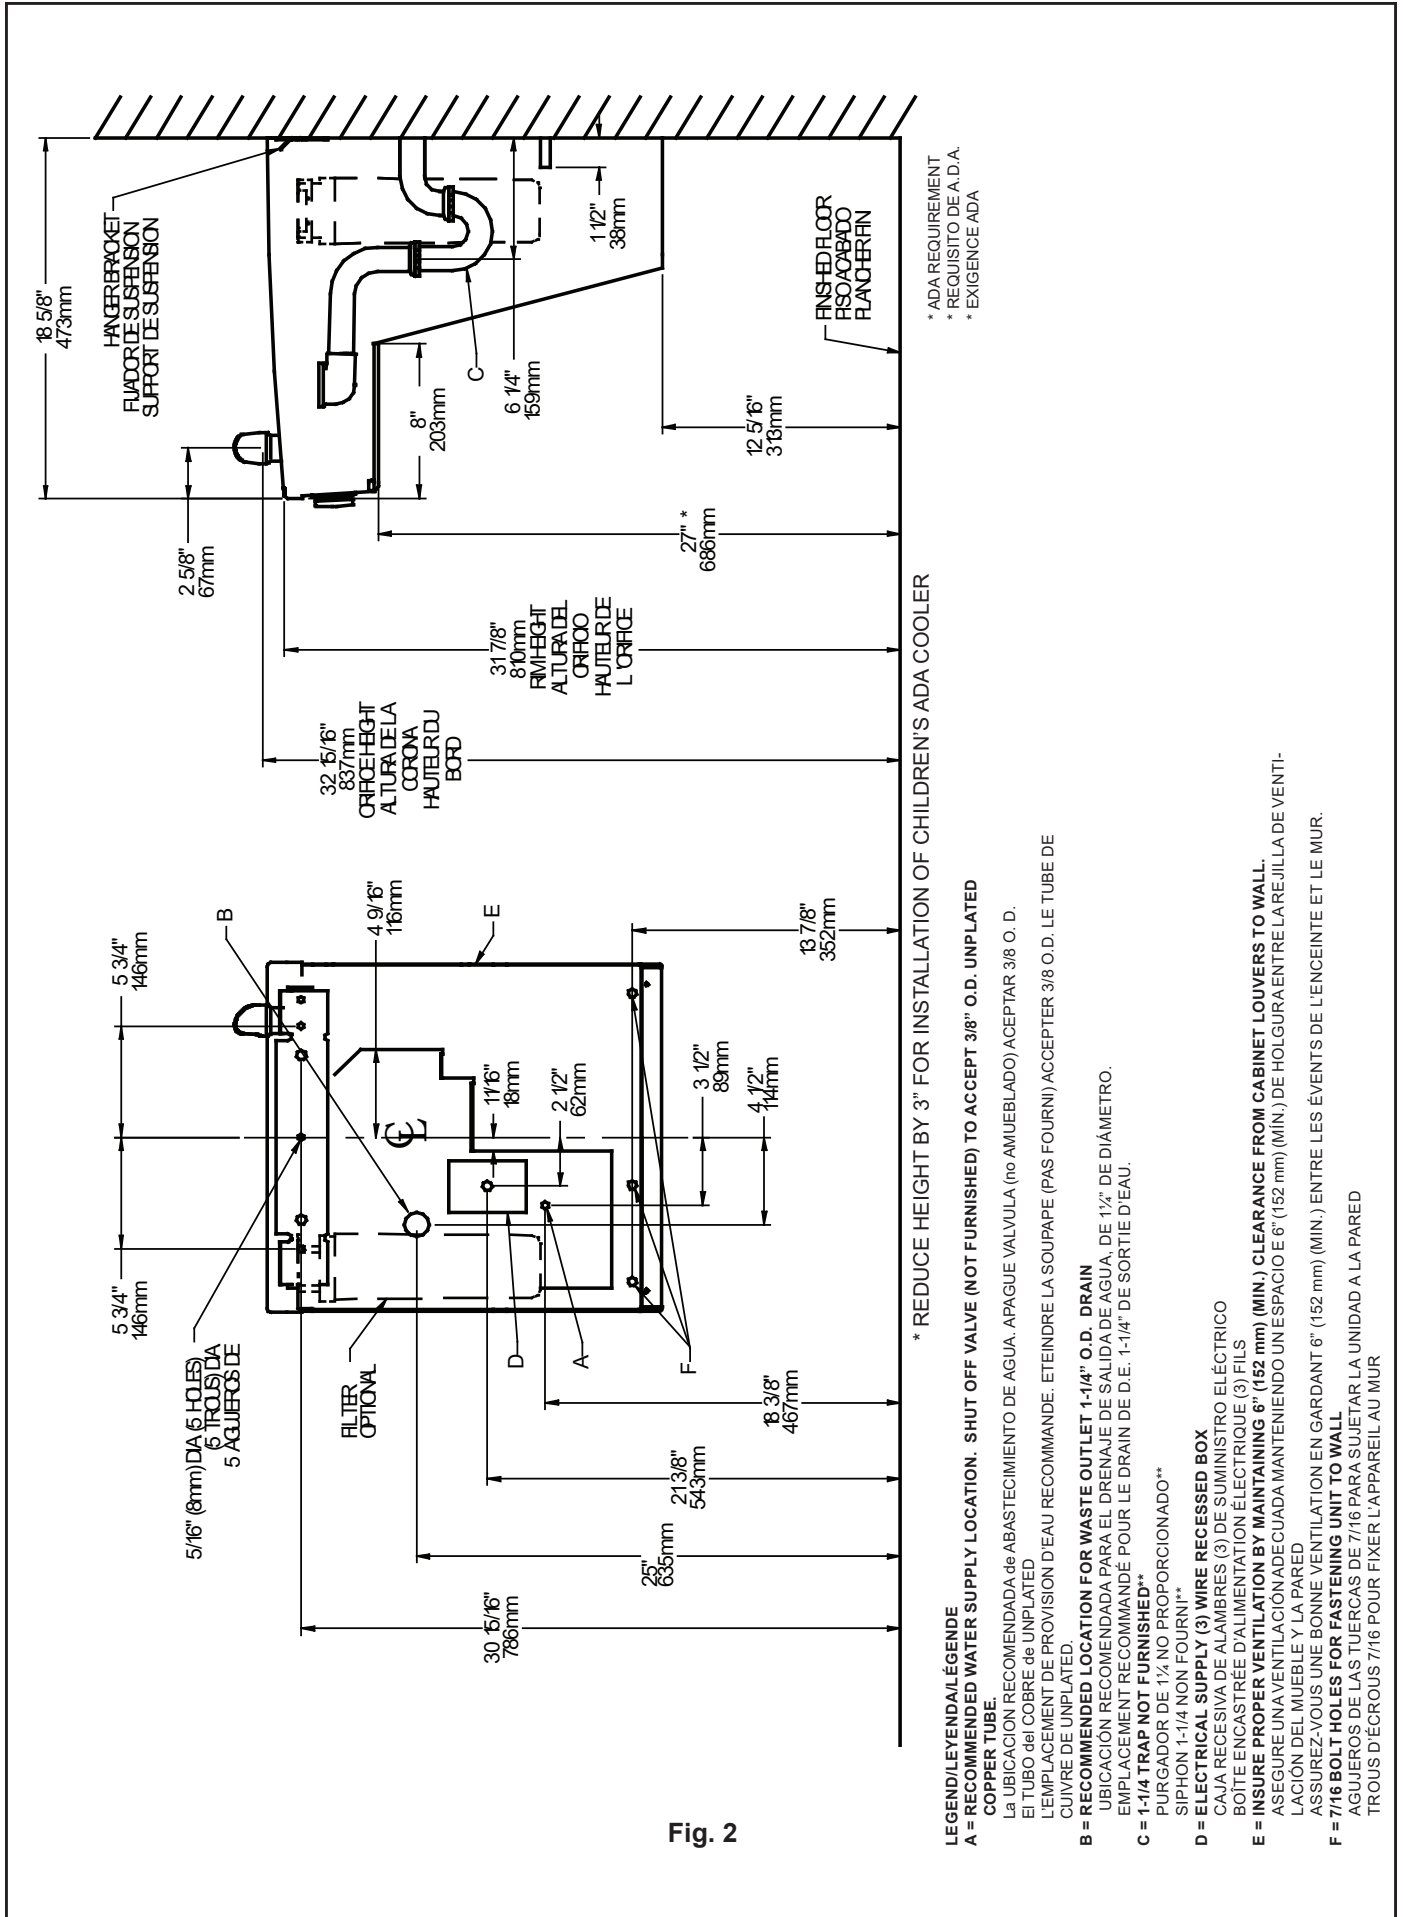

Fig. 2
- 1) Remove hanger bracket fastened to back of cooler by removing one (1) screw.
- 2) Mount the hanger bracket and trap as shown in Figure 2.
- Anchor hanger securely to wall using all five (5) 1/4 in. dia. mounting holes.
- 1) Quite el fijador de suspensión sujetados a la parte posterior del enfriador quitando un (1) tornillo.
- 2) Monte el fijador de suspensión y quite el purgador como se muestra en la Fig.2.
- Ancle el suspensor de forma segura a la pared usando todos los cinco (5) agujeros de montaje de 1/4" de diámetro.
- 1) Retirez le support de suspension à l'arrière du refroidisseur en enlevant une (1) vis.
- 2) Installez le support et le siphon tel qu'indiqué à la fig. 2.
- Ancrez solidement le support au mur à l'aide des five (5) trous de fixation d'un diam. 1/4 po.
- 4) Hang the cooler on the hanger bracket. Be certain the hanger bracket is engaged properly in the slots on the cooler back as shown in Figure 2.
- 5) Loosen the two (2) screws holding the lower front panel at the bottom of cooler base and two (2) screws at the top (**Use torx bits sold separately**). Remove the front panel and set aside.
- 4) Installez le refroidisseur sur le support en vous assurant que ceux-ci sont bien installés dans les fentes à l'arrière du refroidisseur tel qu'indiqué à la figure 2.
- 5) Dégagez les deux (2) vis retenant le panneau inférieur avant au bas de la base du refroidisseur ainsi que deux (2) vis sur le dessus (**Employez le peu Torx vendu séparément**). Retirez le panneau avant et mettez-le de côté.